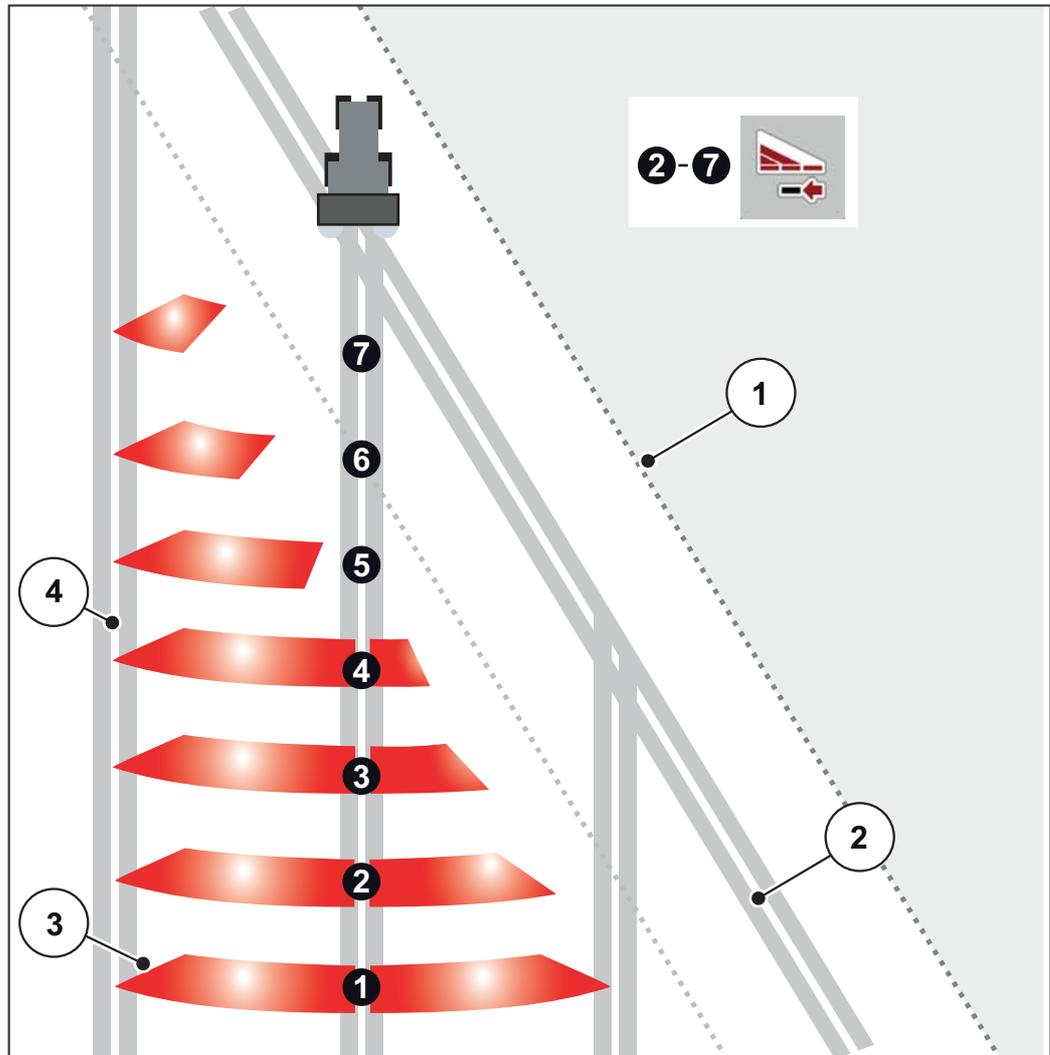

Bild 5.6: Automatische Teilbreitenschaltung
- Die Teilbreitenschaltung ist von Außen nach Innen oder von Innen nach Außen möglich. Siehe Bild 5.6.